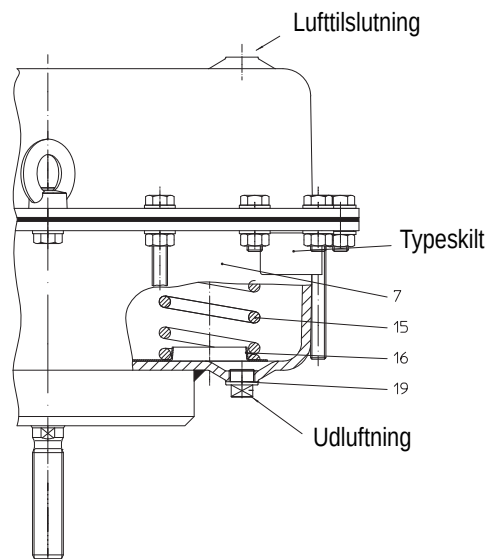

Fig. 26
- Membranen (10) lægges sammen med membrantallerknen (10) og fjedercentreringen (16) ind i membrantoppen (18).
- Fjedrene (15) sættes på fjedercentreringen (16), og den anden fjedercentrering (16) placeres på fjedrene (15).
- Sørg for, at fjedrene sidder korrekt! (se Fig. 26!) Fjedrene (15) skal anbringes sådan, at udluftningen i membranbunden (19) foregår over fjedercentreringen (16).
- Membranbunden (7) sættes sammen med føringen (3) hen over spindlen (1) og skrues sammen. (Vedr. tilspændingsmomenter: se punkt 8.1)